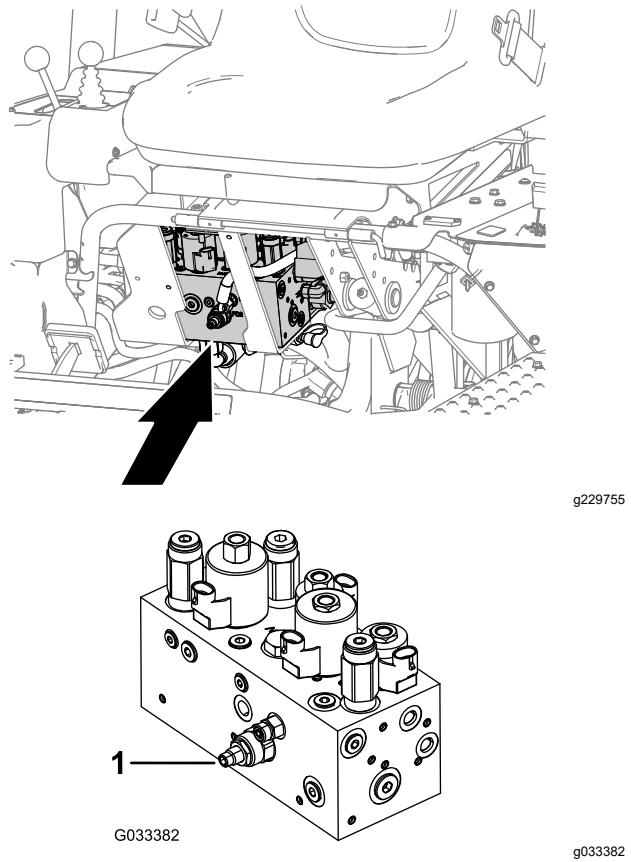

Figure 51
Le circuit de levage/abaissement des unités de coupe de cette machine est muni d'un régulateur de débit (Figure 51). Celui-ci est ouvert en usine d'environ 3 tours. Cependant, un réglage est parfois nécessaire pour compenser les différences de températures de liquide hydraulique, de vitesses de tonte, etc.
1. Localisez le régulateur de débit sous le siège (Figure 51).